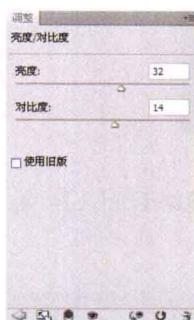

图 1-25
④单击“图层”面板底部的“创建新的填充或调整图层”按钮，在弹出的菜单中分别选择“亮度/对比度”、“色阶”命令，弹出相应的对话框，分别设置其参数，如图 1-25 所示，效果如图 1-26 所示。